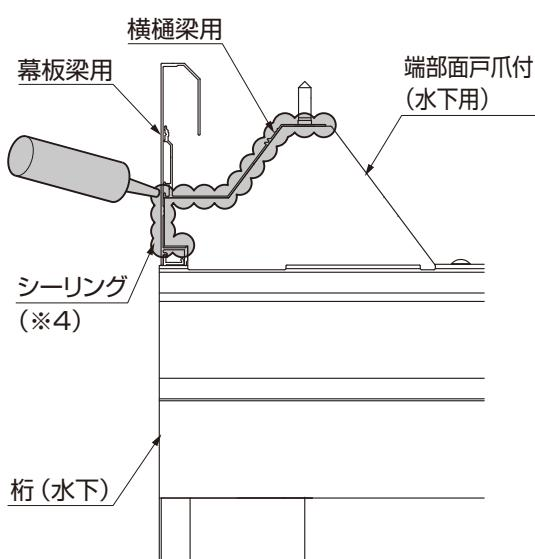
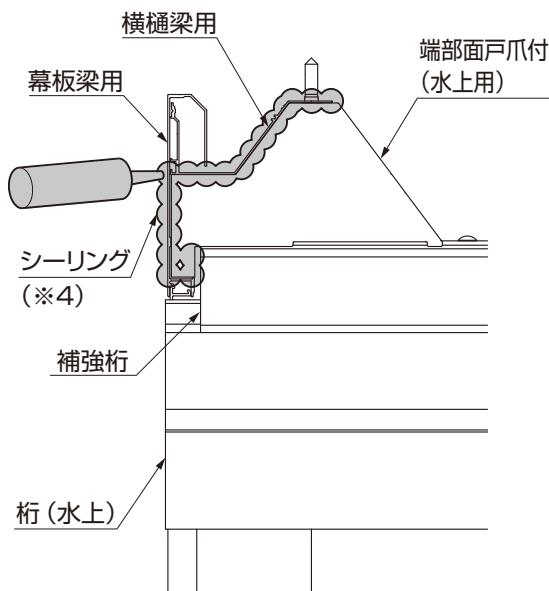

図15-6 A部詳細図
図15-7 B部詳細図
- ③端部面戸爪付の水上用と水下用の端部にシーリング（※4）をしてください。（図15-6、図15-7参照）